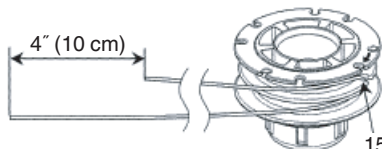

Fig. 22
- (2) Après avoir retiré le boîtier, extrayez la bobine et jetez le fil restant.
- (3) Pliez le nouveau fil nylon inégalement en deux comme dans l'illustration. Accrochez le bout en U du fil nylon dans la rainure (15) du séparateur central de la bobine. Enroulez les deux moitiés du fil sur la bobine dans le même sens en gardant chaque moitié de son côté du séparateur. (Fig. 22)